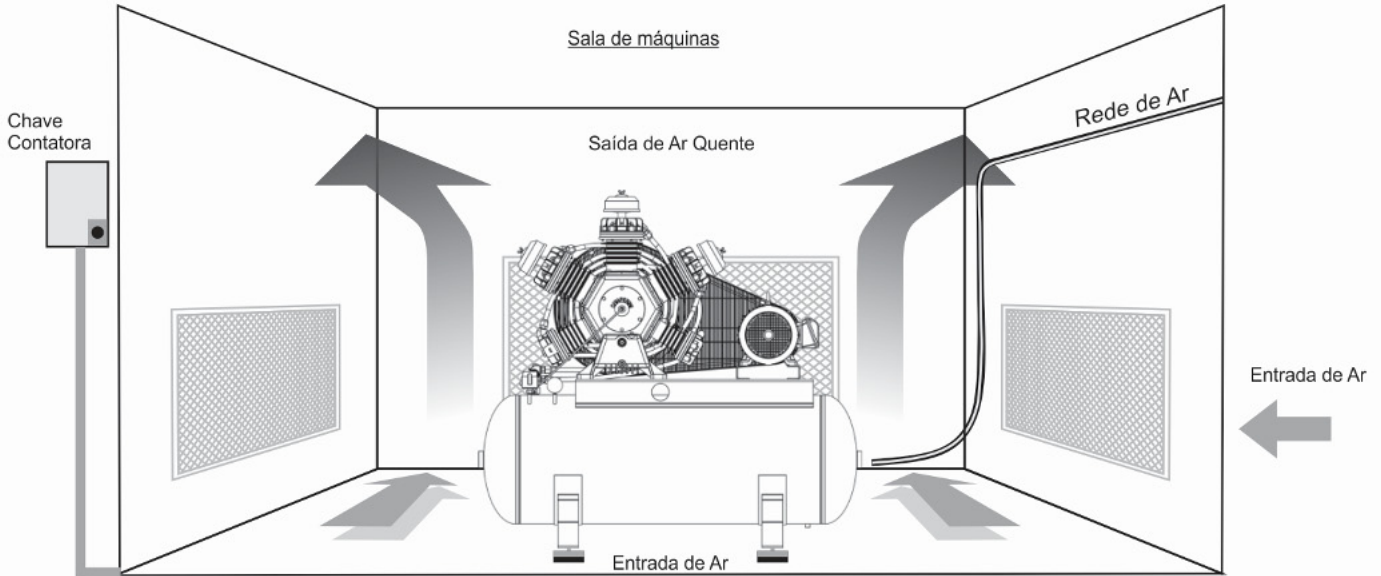

FIGURA 1
4.2 Prepare uma sala própria, coberta, ventilada, livre de raios solares, chuva, poeira ou qualquer outro tipo de poluição. Figura 1